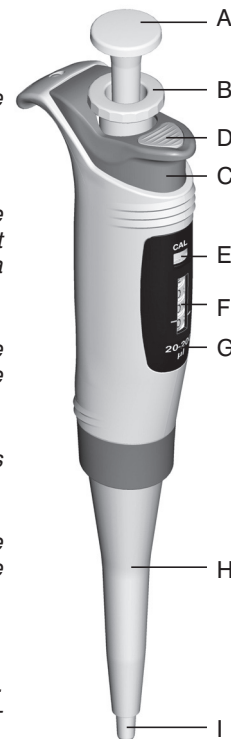

Fig. 1
ATTENTION: Le bouton de calibrage (fig. 1 E) situé au-dessus du compteur doit se trouver, pendant le travail, en position basse. Dans le cas contraire, chaque changement du volume provoquera un décalibrage de la pipette.
- La pipette est équipée d'un commutateur du mode de travail du compteur – un bouton de calibrage (fig. 1 E). Ce bouton doit être déplacé uniquement pour la durée du calibrage de la pipette (position haute marquée "CAL").